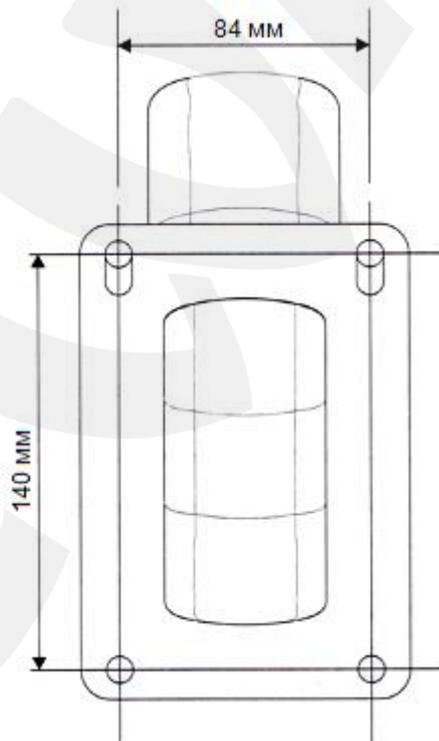

Рис. 4.1
**Шаг 1:** на поверхности стены подготовьте место для крепления кронштейна. Для разметки крепежных отверстий можно использовать установочные размеры (Рис. 4.1) либо сам кронштейн в качестве трафарета.